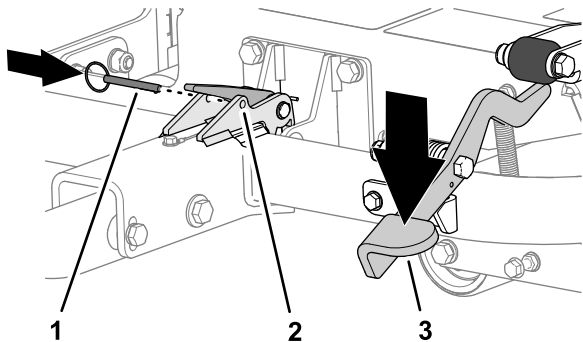

图 19
3. 踩到挂钩踏板上直到挂钩锁入就位 图 19。
4. 将锁定销插入门锁中的孔内 图 19。